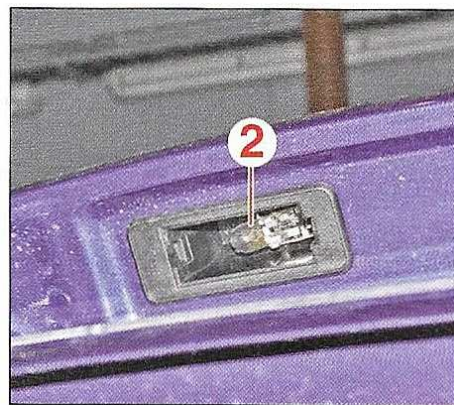

FIG.8
- Remplacer l'ampoule (2) (Fig.8).